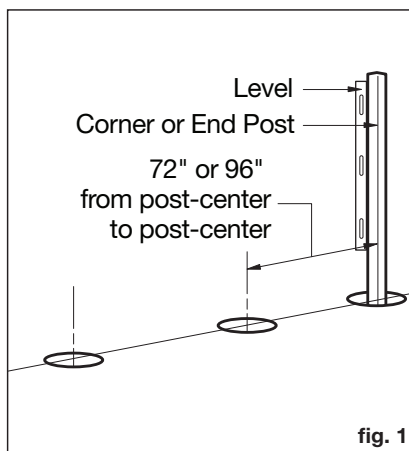

fig. 1
Check local regulations for specific building requirements. Mark the posthole locations 72" apart (for the 4x6 panel) or 96" apart (for the 4x8 panel) along a string line, measuring post-center to post-center (fig 1).
STEP 1 – Install first post with concrete (See “Digging post-holes” section and figs. 1 & 2).
Vérifiez les réglementations locales pour les exigences de construction spécifiques. Marquez les emplacements des trous de poteau à 183 cm (72 po) d'intervalle (pour le panneau 4x6) ou à 244 cm (96 po) d'intervalle (pour le panneau 4x8) le long d'une ligne de corde, en mesurant d'un centre de poteau à l'autre (fig. 1). À l'aide d'une tarière électrique ou bêche tarière de trou de poteau, créez des trous d'une largeur de 25 à 30 cm (10 à 12 po) et d'une profondeur minimale de 60 cm (24 po) ou jusqu'à la ligne de gel. Utilisez un poteau structural pour prolonger la longueur de votre poteau si nécessaire. Ensuite, remplissez les trous avec 15 cm (6 po) de gravier pour permettre le drainage du bas des poteaux (image 2). Veillez à répartir uniformément le gravier pour que les poteaux soient à la même hauteur.